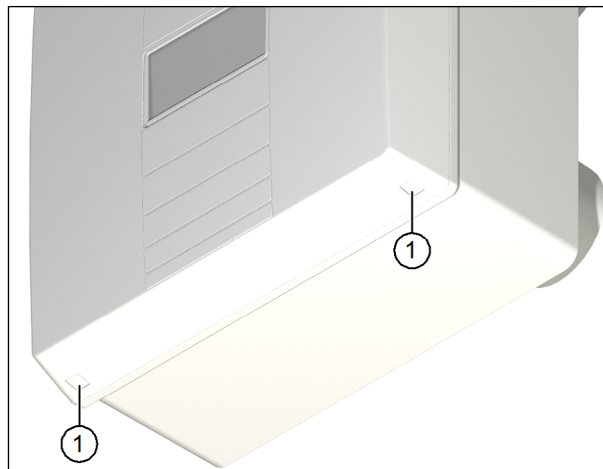

Fig. 13: Démontez le couvercle de l'appareil d'aération
- ▶ Appuyez, en vous aidant des deux pouces, sur les deux crochets encliquetables (pos. 1 dans Fig. 13) sur la face inférieure de l'appareil d'aération. Le couvercle s'enlève.